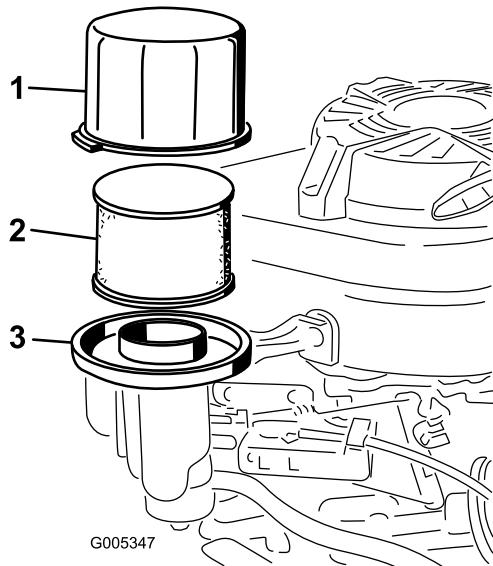

Figura 18
3. Retire la tapa y límpiela a fondo (Figura 18).
4. Retire el pre-limiador de gomaespuma y el filtro de aire de papel de la base del limpiador de aire (Figura 18).